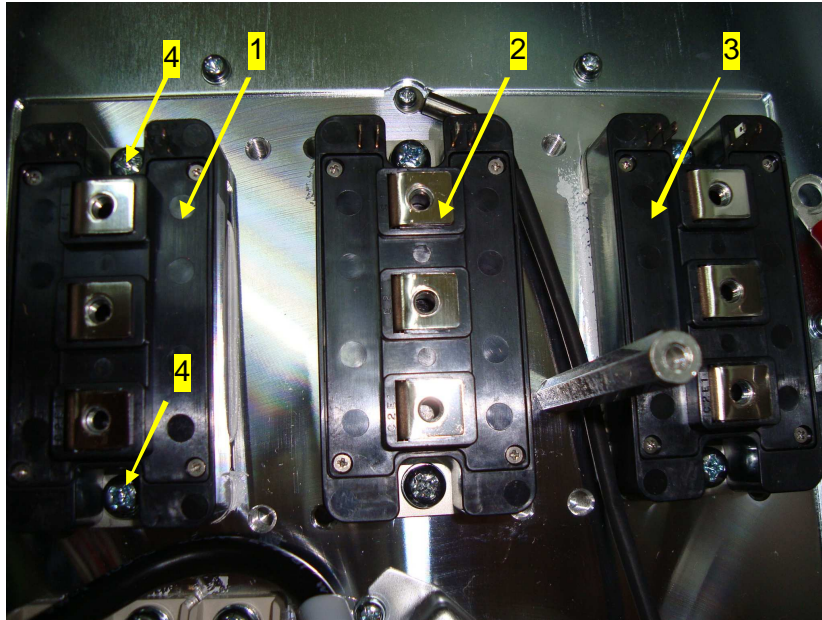

Рисунок 7.35
7.13.2. Проложить кабель термодатчика между IGBT модулями MT2 и MT3 (рисунок 7.35).
7.14.3. Установить модуль над резьбовыми отверстиями радиатора и слегка притереть, при этом контакты «4», «5», «6», «7» модулей (рисунок 7.35) должны быть обращены к термодатчику.
7.14.4. Вкрутить винты 4 (рисунок 7.35) для предварительного крепления модуля.